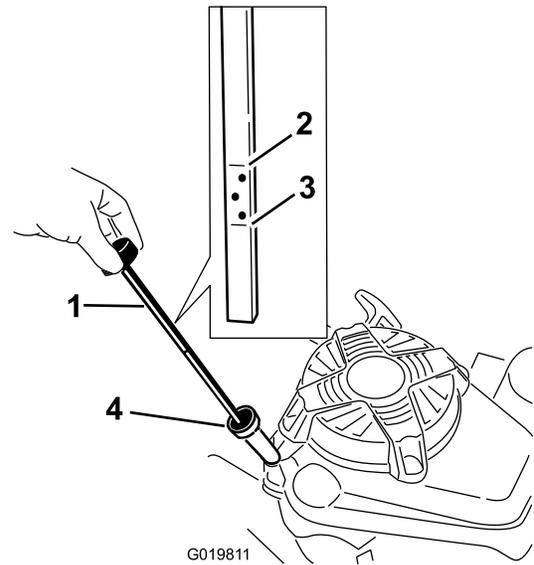

Figure 10
Avant chaque utilisation, vérifiez que le niveau d'huile se situe entre les repères **maximum** et **minimum** sur la jauge (Figure 10).
2. Nettoyez la surface autour de la jauge (Figure 10).
6. Observez le niveau d'huile indiqué par la jauge (Figure 10).